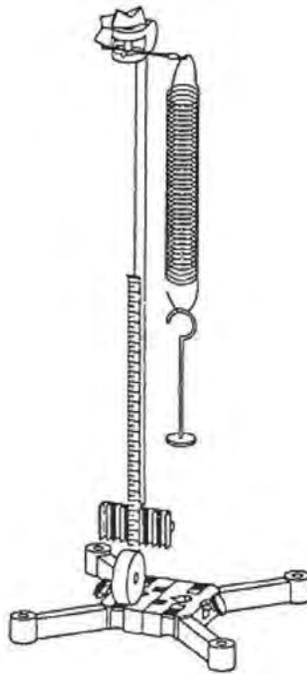

Figura 14.2 Montaje para la ley de Hooke
1. Haga el montaje de la figura 14.2.